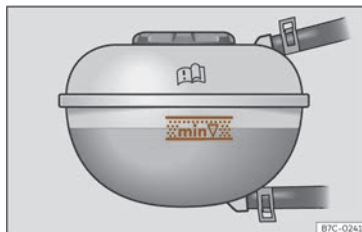

Fig. 185 Dans le compartiment avant : repère sur le vase d'expansion du liquide de refroidissement.
- Avec le système de propulsion électrique froid, vérifiez le niveau du liquide de refroidissement sur les repères latéraux du vase d'expansion >>> **fig. 185**. Le niveau du liquide de refroidissement doit être situé entre les repères.
- Le niveau de liquide de refroidissement devra être situé entre les repères du vase d'expansion >>> **fig. 185. Ne dépassez jamais le bord supérieur de zone des repères >>>** ⚠.
• En ajoutant du liquide de refroidissement, ne dépassez pas le bord supérieur de la zone des repères >>> fig. 185. Sinon, lorsque la température augmente, le liquide en excès sera expulsé du système de refroidissement du moteur et pourrait causer des dommages.